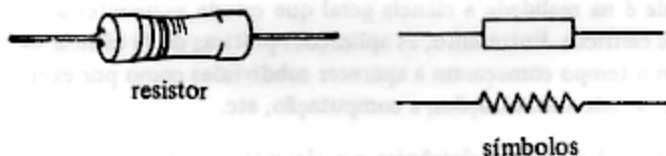

Figura 42
**Resistor**—a finalidade deste componente é oferecer uma resistência. Os resistores mais comuns são de carbono ou película metálica sendo especificado em ohms ( $\Omega$ ) e segundo um código dado pelas faixas coloridas. Símbolo e aspecto aparecem na figura 42.